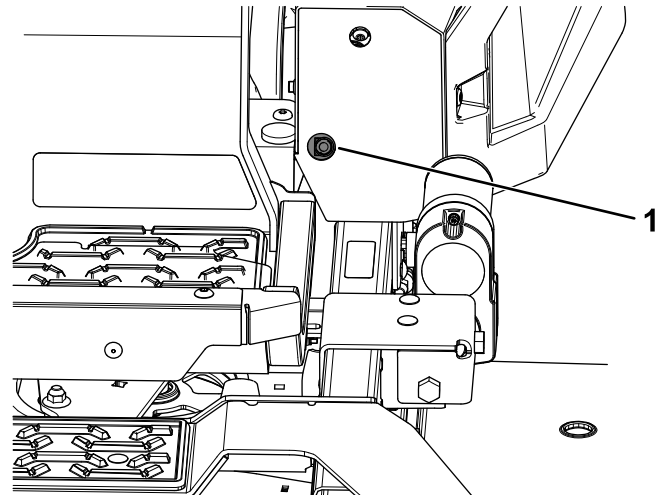
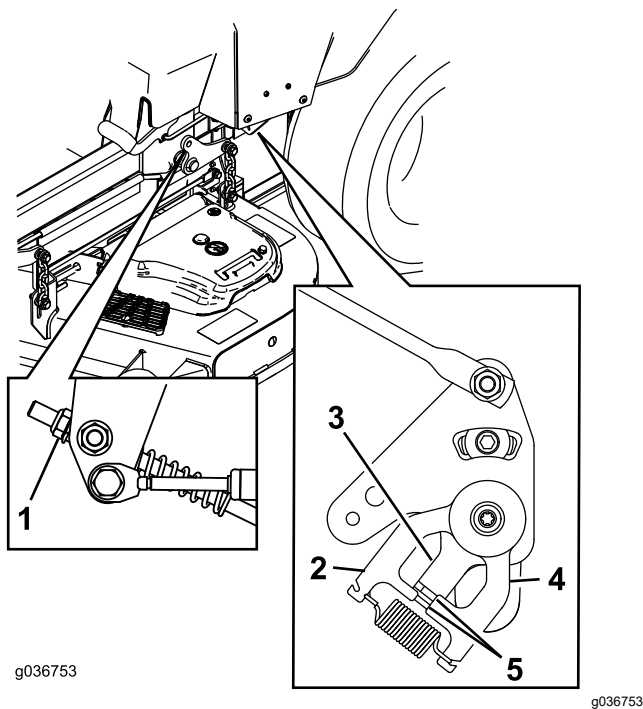

Figure 69
Figure 70
11. Réglez la longueur des tiges de pompes en tournant l'écrou dans le sens voulu jusqu'à ce que les roues tournent légèrement en marche arrière (Figure 69 et Figure 70).